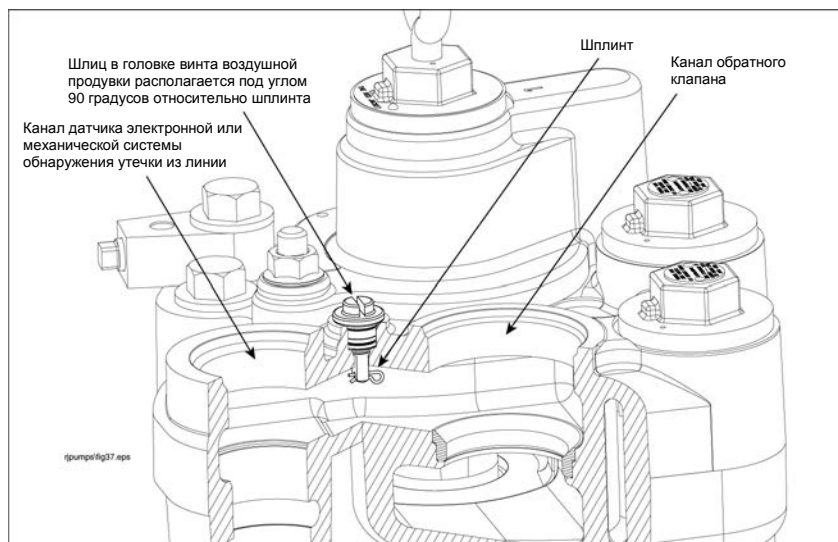

Рисунок 39. Местоположение шплинта винта воздушной продувки
6. Ход винта воздушной продувки ограничивается горизонтальным шплинтом (см. рисунок 39).